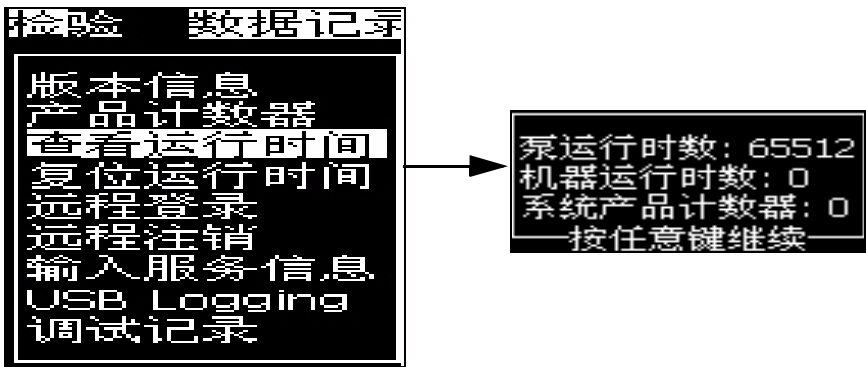

图 4-17: 查看运行时间
- 1 从 *Data Logging*（数据记录）菜单中选择 *View Run Hours*（查看运行时间）（请参阅图 4-17）。即会出现 Run Hours（运行时间）对话框。